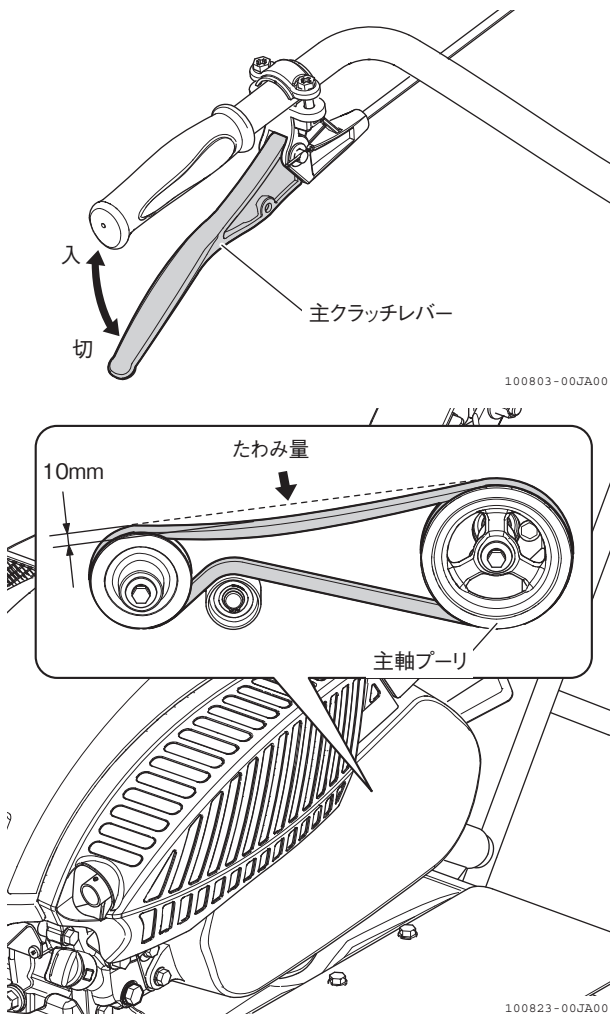

図4-25
4. 主クラッチレバー「入」位置でVベルトの中央部を指で押したときのたわみが約10mmになっているか確認します。(図4-25)